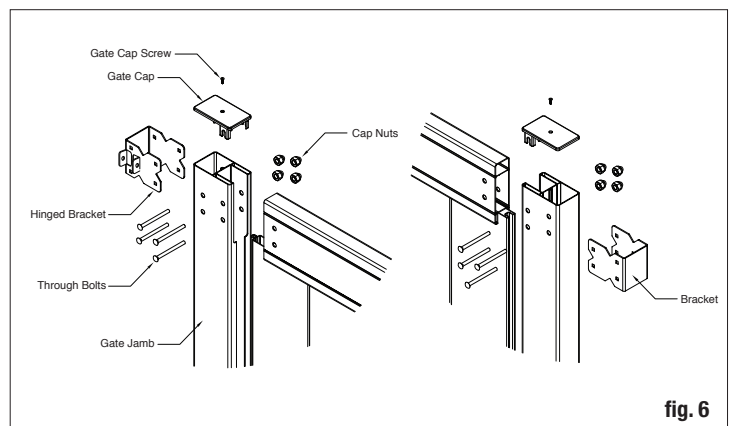

fig. 6
Place gate jambs on both sides of the rails and place the hinges on the gate jamb so they are aligned with the rails. Using the bracket as a guide, drill the four (4) necessary 1/4" holes for the bracket bolts. Repeat these steps for the hinged brackets as well (fig. 6). Ensure the rails are fully inserted in the jamb before drilling. The bolts need to go through the jamb and rail to function properly.
Placez les montants de la barrière sur les deux côtés des traverses et placez les charnières sur les montants de la barrière afin qu'elles soient alignées avec les traverses. Utilisez les supports comme guide et percez les quatre (4) trous de 6 mm (1/4 po) nécessaires aux boulons des supports. Répétez également ces étapes pour les supports à charnière (fig. 6). Veillez à ce que les traverses soient complètement insérées dans le montant avant de percer. Les boulons ont besoin de traverser le montant et la traverse pour fonctionner correctement.